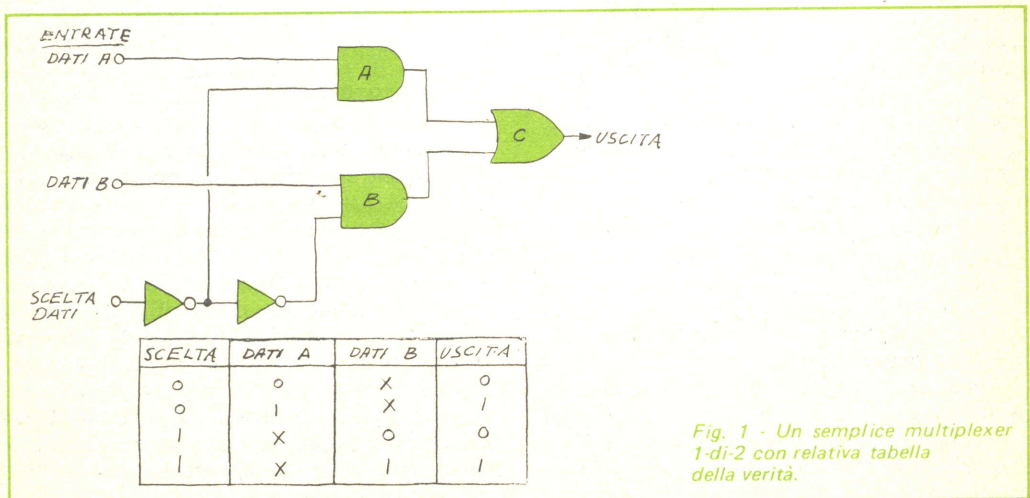

Fig. 1 - Un semplice multiplexer 1-di-2 con relativa tabella della verità.
Fig. 1 - L'audiogramma normale mostra come la sensazione auditiva ricevuta vari con la frequenza anche se l'intensità del segnale di prova rimane costante entro tutto il campo.
Diversi studiosi di acustica hanno condotto ricerche sperimentali su questo effetto; i piú conosciuti fra questi sono Fletcher e Munson, due scienziati che hanno lavorato presso i Laboratori Bell Telephone, i risultati delle cui ricerche sono stati pubblicati agli inizi degli anni '30. Dopo di loro altri studiosi hanno messo a punto famiglie differenti di curve per mettere in relazione il livello soggettivo della sensazione acustica ricevuta alle diverse frequenze con il volume dello stimolo sonoro. Le curve di Fletcher e Munson (che costituiscono l'audiogramma normale), indicate come curve di livello isofoniche, sono visibili nella *fig. 1*. Come si avrà occasione di osservare in seguito la validità, o la mancanza di validità, presentata da queste curve, rispetto ai risultati ottenuti in esperimenti condotti successivamente, ha poco rilievo sull'argomento ora in questione. Le curve forniscono i valori di pressione acustica necessari alle diverse frequenze per produrre in un ascoltatore la stessa intensità di sensazione sonora prodotta da un suono alla frequenza di 1.000 Hz che abbia il livello di pressione indicato.
Un semplice multiplexer 1-di-2 - La *fig. 1* mostra un semplice MUX a due entrate e una sola entrata di scelta dati. Il circuito viene denominato multiplexer 1-di-2 perché una delle due entrate è incanalata all'uscita ad un certo momento, a seconda dello stato dell'entrata di scelta dati. La configurazione dei bit binari all'entrata scelta dati viene definita "indirizzo", perché ciascuna combinazione possibile di bit di scelta dati (in questo caso 0 e 1) sceglie una e soltanto
Si supponga che l'entrata scelta dati sia allo 0 logico; ciò significa che una delle entrate della porta AND A è un 1 logico. La porta può poi fornire un'uscita alta o bassa a seconda dello stato dell'entrata Dati A. Contemporaneamente, una delle entrate della porta AND B è bassa, cosicché la sua uscita sarà bassa qualunque sia lo stato logico che appare alla sua seconda entrata (Dati B). Se l'entrata Dati A è bassa, entrambe le porte AND avranno un'uscita bassa; se invece l'entrata Dati A è alta, l'uscita della porta AND A sarà alta. La porta OR (C) risponderà ad entrambe le condizioni con un'uscita, rispettivamente, bassa o alta. Per rendere più chiara questa spiegazione, nella *fig. 1* è riportata la tabella della verità per il MUX 1-di-2; in tal modo chiunque può decifrare personalmente il funzionamento del circuito.
Multiplexer perfezionati - Il semplice multiplexer rappresentato nella *fig. 1* illustra il